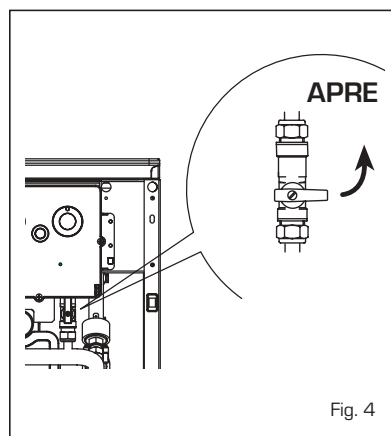

Fig. 4
2.2.1 Riempimento impianto (fig. 4)
Al termine dell'operazione controllare che il rubinetto sia chiuso (fig. 4).